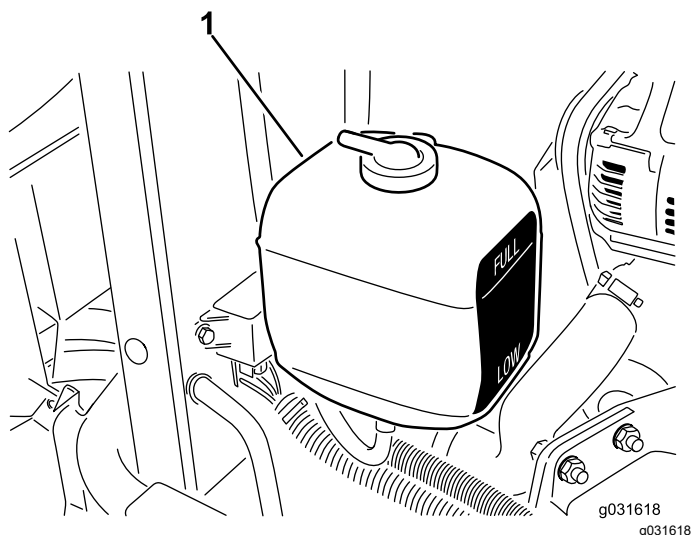

Figure 55
1. Vérifiez le niveau de liquide de refroidissement dans le vase d'expansion (Figure 55).